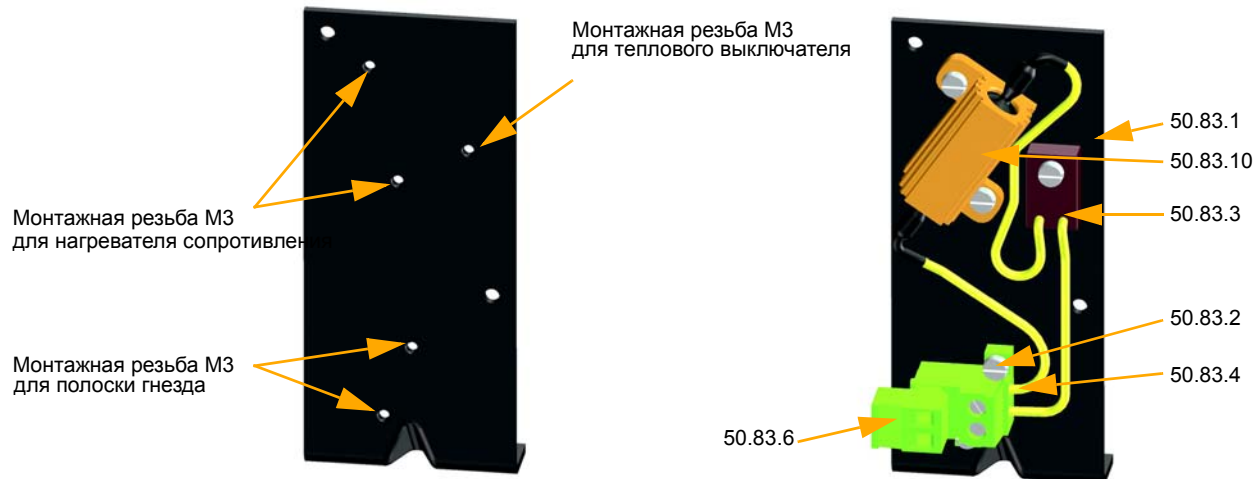

Fig. 25: Монтаж системы обогрева ARI-PREMIO 2.2-15 кВт
- Используя винты, входящие в комплект поставки, установить весь комплект обогрева (на держателе-кронштейне) в предназначенном для этого месте на крышке редуктора. (Fig. 25).